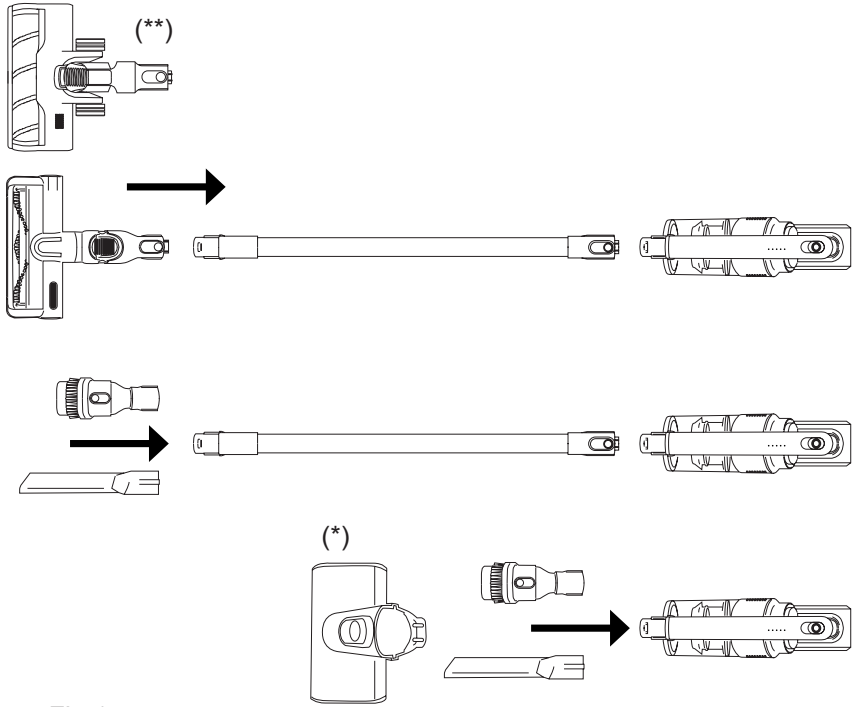

Fig.1
- Odkurzacz ręczny jest tak zaprojektowany, aby pozwolić na zamocowanie następujących akcesoriów: (zastosować taką kombinację, która najlepiej się dostosowuje do potrzeb).(Fig.1)